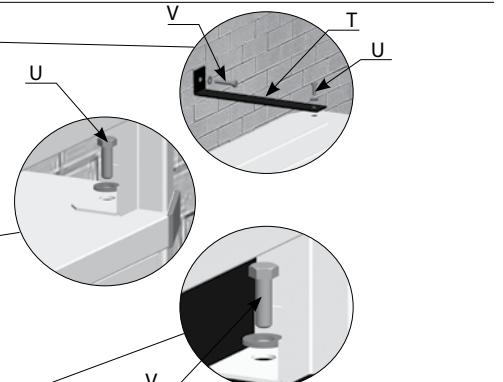

Rysunek 1: Minimalne przeswyty
- Zapewnić odpowiednią przestrzeń wokół urządzenia dla umożliwienia obiegu powietrza i otwierania drzwiczek. Minimalne odległości od ścian przedstawione na rys. 1.